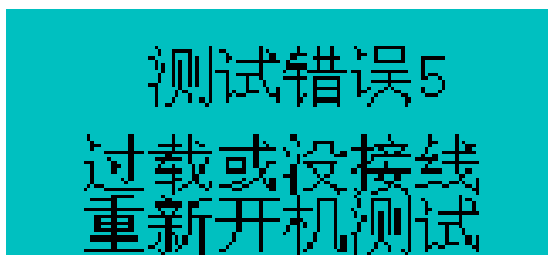

图 10
5、报错：如果测试过程当中出现试品没有接好或者短路过载等原因，仪器会进入自动保护状态，停止测试并提示测试错误。（如图 10）